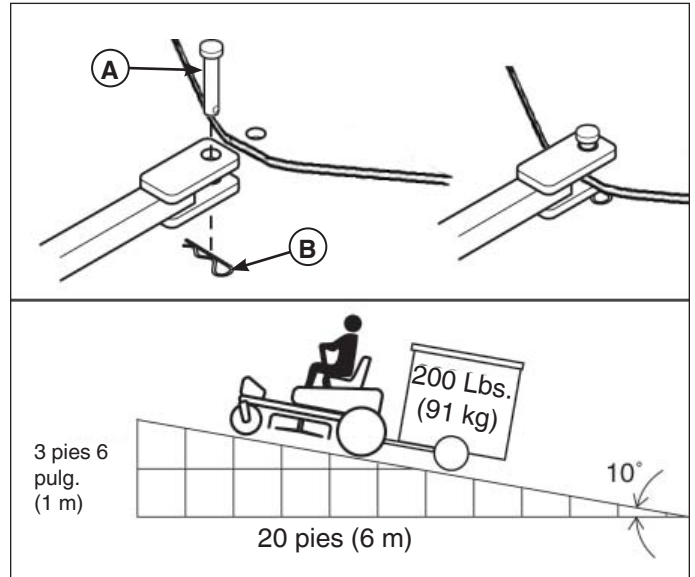

Figura 9. Recomendaciones de peso de remolque
El peso máximo de un remolque debe ser inferior a 200 lbs (91 kg). Sujete el remolque con una clavija de tamaño adecuado (A, Figura 9) y gancho (B).